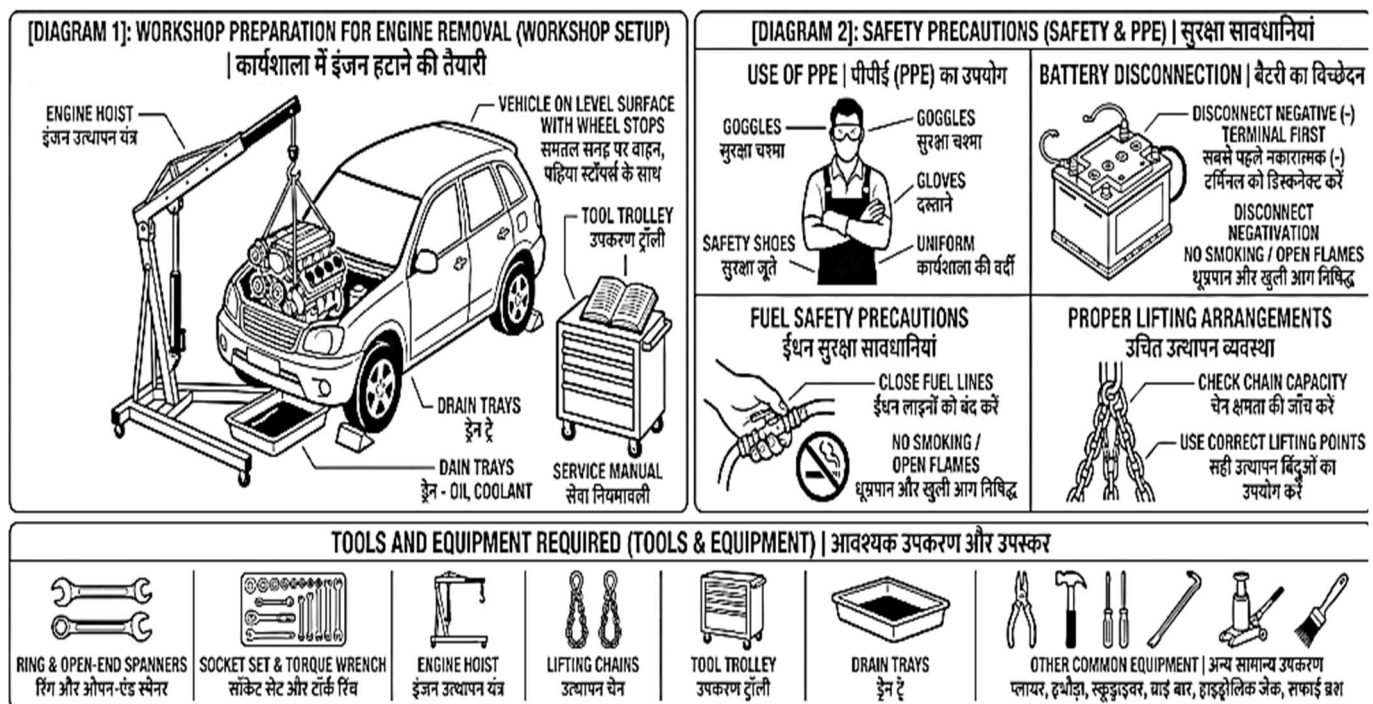

Fig. 7.4: Workshop Preparation and Safety Precautions for Engine Removal | इंजन हटाने हेतु कार्यशाला तैयारी एवं सुरक्षा सावधानियाँ
7.4.1 Introduction (Fig. 7.4)
7.4.1 परिचय (Fig. 7.4)